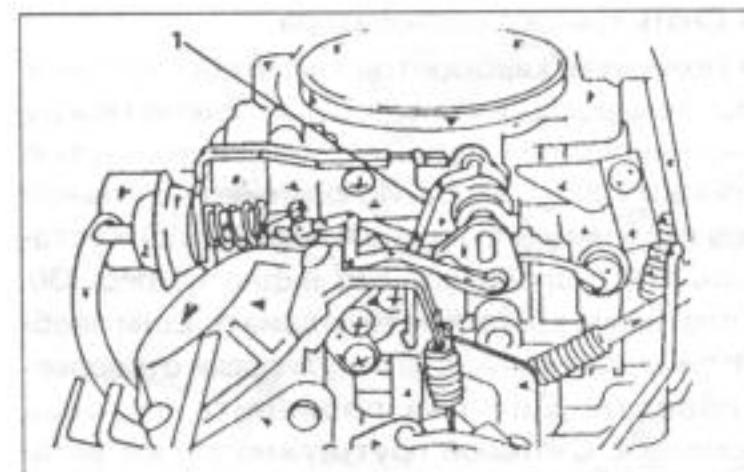

Рис. 134.
- У 1,6-литрового двигателя или двигателя, работающего на не содержащем свинца бензине, согнуть рычаг, указанный на рис. 134, и исправить зазор.